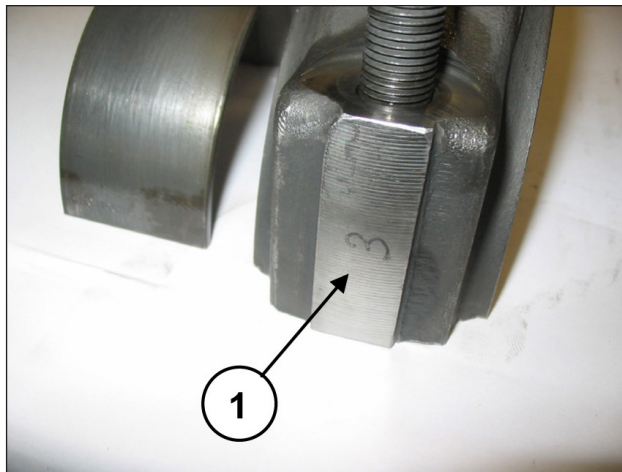

Рис. 42
Соедините половинки шатунов с ранее снятыми крышками, руководствуясь номерами (поз. ①, Рис. 42)
Отсоедините головки от половинок шатуна; для правильного парного соединения руководствуйтесь нумерацией сбоку (поз. ①, Рис. 42).